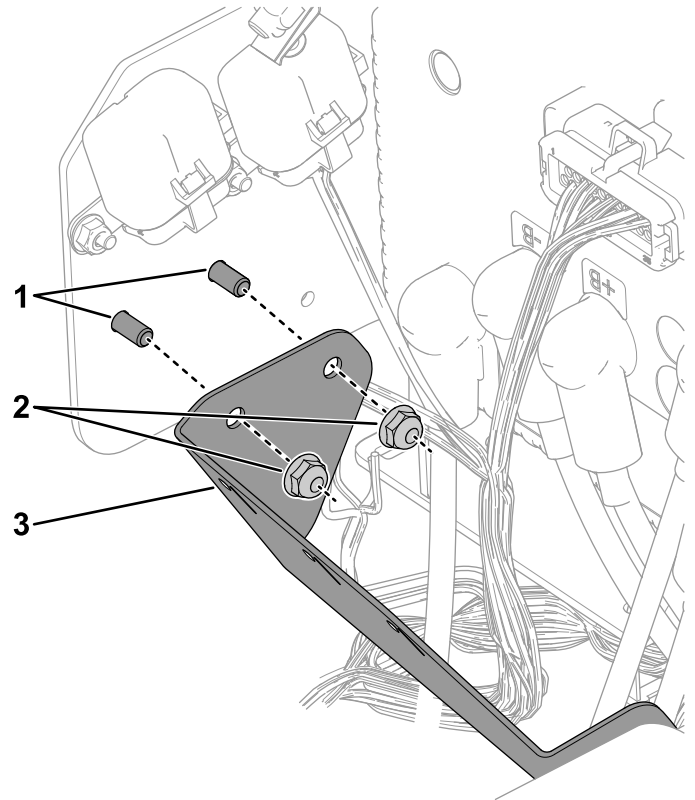

Figure 3
1. À l'aide de deux boulons ($\frac{1}{4}$ " x $\frac{1}{2}$ ") et deux contre-écrous ($\frac{1}{4}$ "), fixez le support de relais dans les trous de fixation des relais précédents, comme montré à la Figure 3.